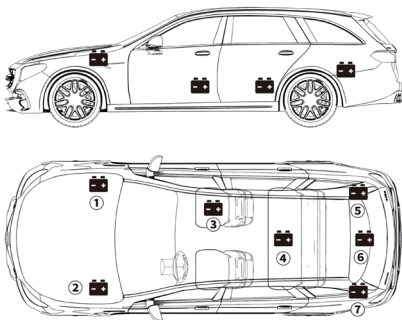

Abbildung 3.1.1
- 1) Bei meisten Fahrzeugmodellen befindet sich die Batterie im Motorraum unter der Motorhaube in einer der vorderen Ecken. Siehe Batterieposition ① und ② in Abbildung 3.1.1.
- 2) Um eine ungleichmäßige Gewichtsverteilung auszugleichen, verstauen einige Hersteller die Batterie im Kofferraum. Siehe Batterieposition ⑤, ⑥ und ⑦ in Abbildung 3.1.1. In diesem Fall kann die Batterie eine Plastikabdeckung haben, die vor jedem Test entfernt werden sollte.
- 3) Bei einigen Modellen befindet sich die Batterie unter dem Rücksitz. Siehe Batterieposition ④ in Abbildung 3.1.1.
- 4) Bei anderen Fahrzeugen finden Sie die Batterie unter dem Beifahrersitz. Siehe Batterieposition ③ in Abbildung 3.1.1.